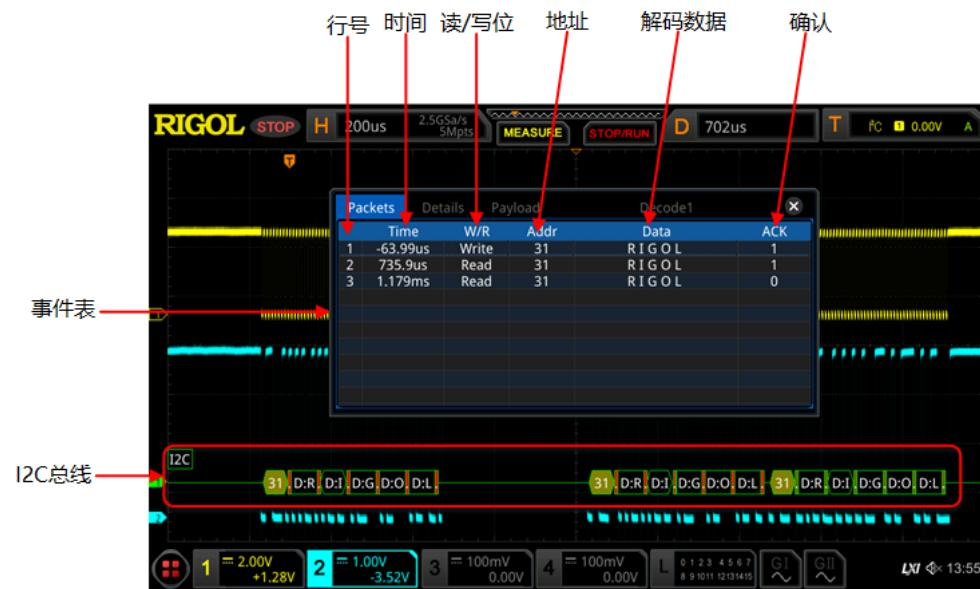

图 15.6 I2C 解码事件表
- 打开或关闭事件表：连续按 **事件表** 键，打开或关闭事件表显示。打开事件表，屏幕弹出如图 15.6 所示的事件表。您也可以用触摸屏功能触摸事件表右上方的图标  闭事件表功能。